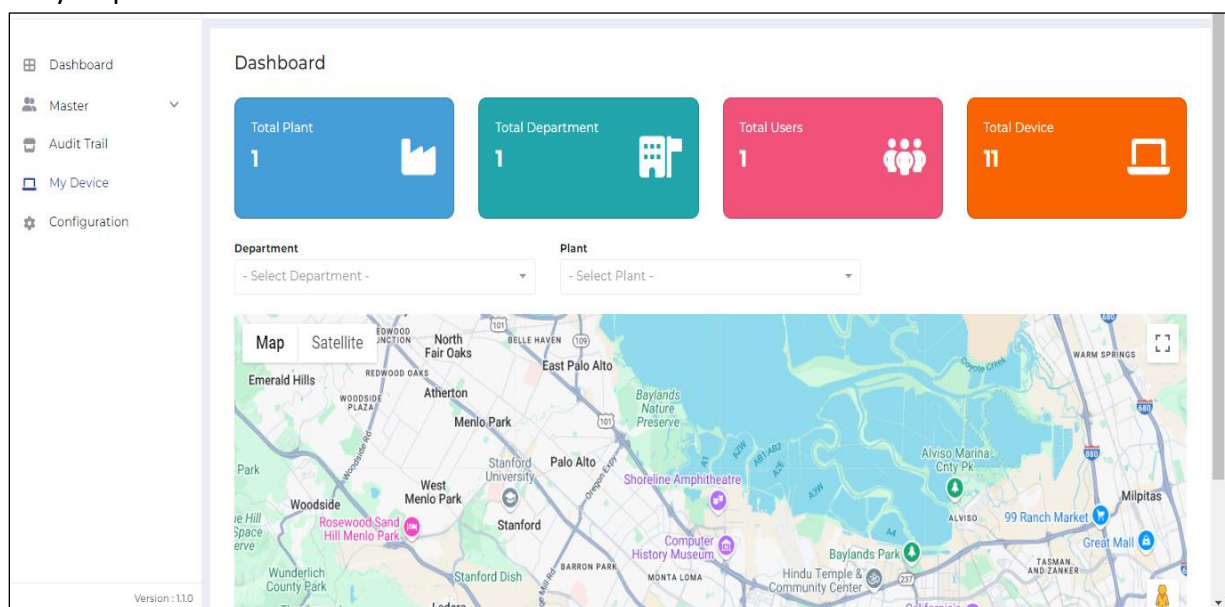

Figura 37 Panel de control de la aplicación EMS Cloud
- Después de iniciar sesión, aparecerá un panel como se muestra en la figura 37, donde el usuario puede ver las estadísticas de las plantas de su empresa, departamento, usuarios y dispositivos.